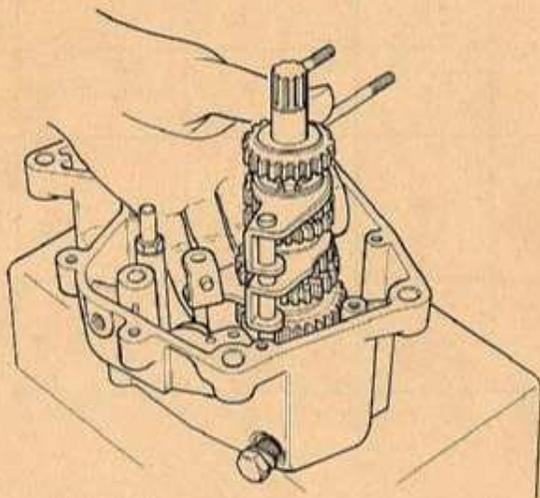

FIG. 37
- 2) INFILARE la rondella di rasamento di spessore 0,6 mm. sull'albero secondario avendo cura di mettere un po' di grasso per farla rimanere aderente all'ingranaggio della 1a velocità, montare quindi le forchette nei rispettivi scorrevoli e infilare l'albero secondario completo di forchette nella rispettiva sede e perni di guida (fig. 37).